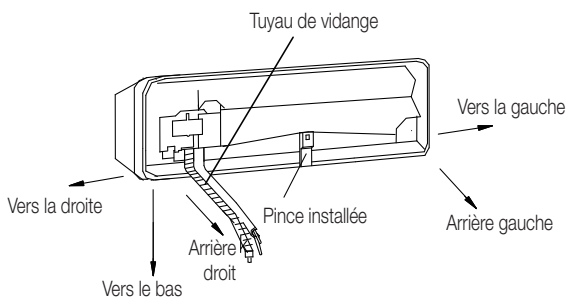

Fig. 7
1. Raccordement de la conduite arrière droite (similaire à celui de la conduite inférieure droite) (en option, voir Fig. 7)
Le tableau de gauche sert à positionner le tuyau de vidange, voir Fig. 7.